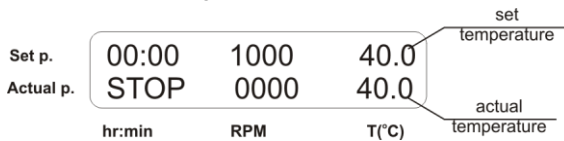

Fig. 3 Panneau de configuration en mode d'opération
- 5.8. Supposons que le relevé d'un capteur indépendant est de 39°C mais que l'écran affiche une température actuelle de 40°C (Fig. 3). Il est alors nécessaire de corriger de 1°C.